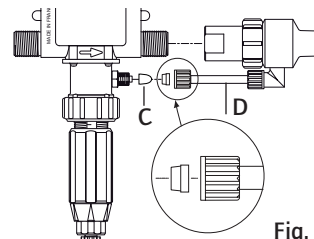

Fig. 2
Para los modelos Inyección Externa (IE) que permiten de trabajar con ciertos concentrados corrosivos, el Dosatron se entrega con un sub-conjunto inyección externa (Fig. 2-D). ATENCION : no hacer fuerza para atornillar los elementos !
¡ ATENCIÓN ! Dejar el filtro de aspiración a 10 cm del fondo del recipiente de solución para evitar aspirar las partículas no solubles que puedan dañar el cuerpo dosificador (Fig. 2).